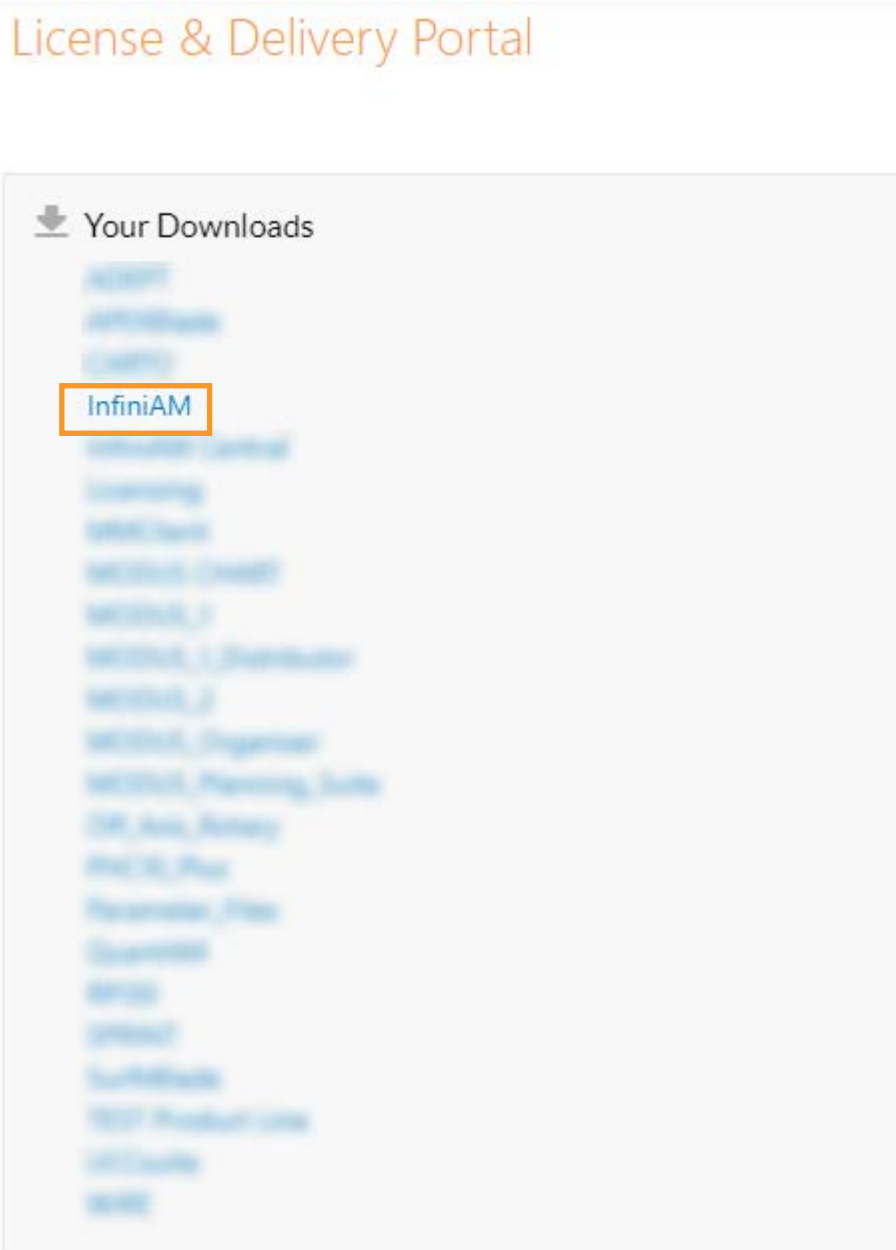

Abbildung 4 Licence & Delivery Portal (Lizenz- und Bereitstellungsportal)
- Gehen Sie zum Bereich **Your Downloads** (Ihre Downloads) und klicken Sie auf **InfiniAM** (siehe Abbildung 4).